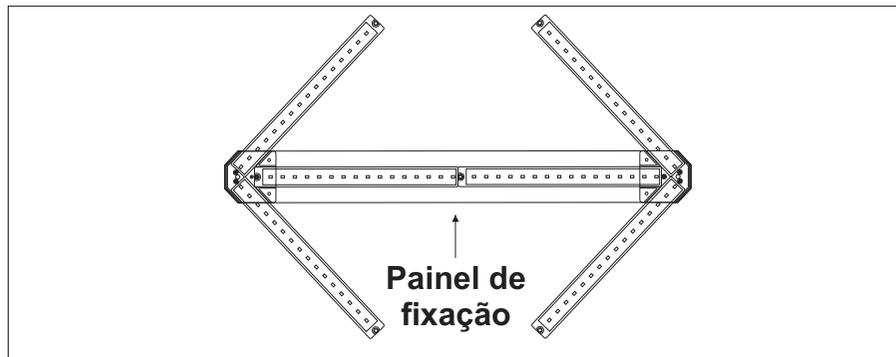

Figura 3
- Fixe o sinalizador na superfície desejada através de parafusos utilizando o Painel de fixação (Figura 3).